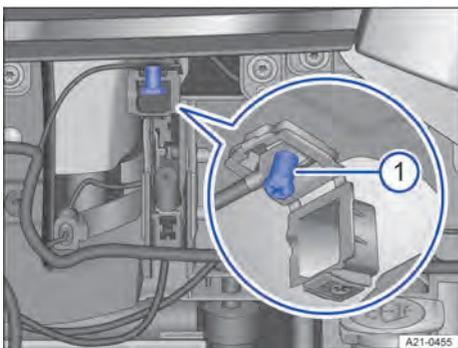

Fig. 174 No compartimento dianteiro esquerdo sob uma cobertura: ponto de auxílio à partida positivo.
1. Retirar a capa de cobertura do ponto de auxílio à partida → Fig. 174.